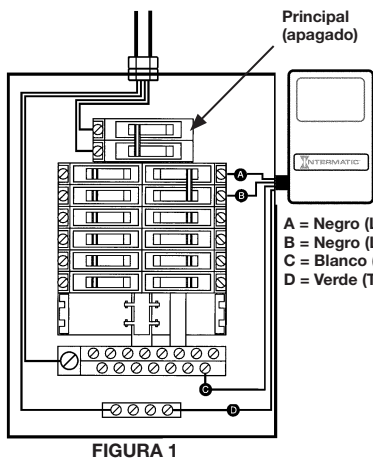

FIGURA 1
2. Conecte el cable verde del SPD a la barra colectora de conexión a tierra del panel como se muestra en la Figura 1.
3. Conecte el cable blanco del SPD a la barra colectora neutra en el panel como se muestra en la Figura 1.
4. Conecte los dos cables negros al disyuntor como se muestra en la Figura 1. Para un mejor rendimiento del SPD, se debería usar el tamaño de disyuntor máximo recomendado de 240 V, 20 A de 1 o 2 polos.